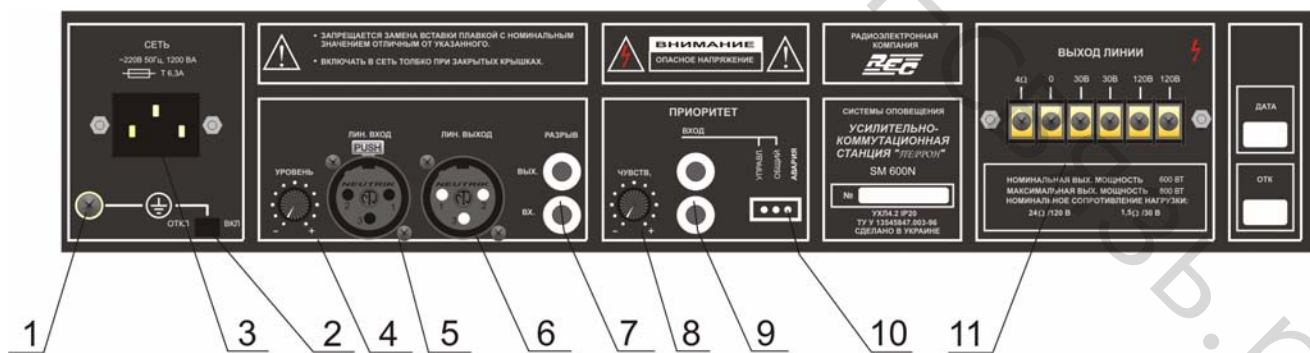

Рисунок 3
– при использовании УКС и УМ с пассивными источниками НЧ-сигнала (пульта конференцсистем, микрофоны и т. п.) переключатель ОТКЛ/ВКЛ (поз.2, рисунок 3) устанавливать в положение ВКЛ («схемный» общий провод подключен к корпусу изделия);
Клемма \oplus (поз. 1, рисунок 3) является дополнительной и может быть использована для дополнительного (страховочного) заземления.